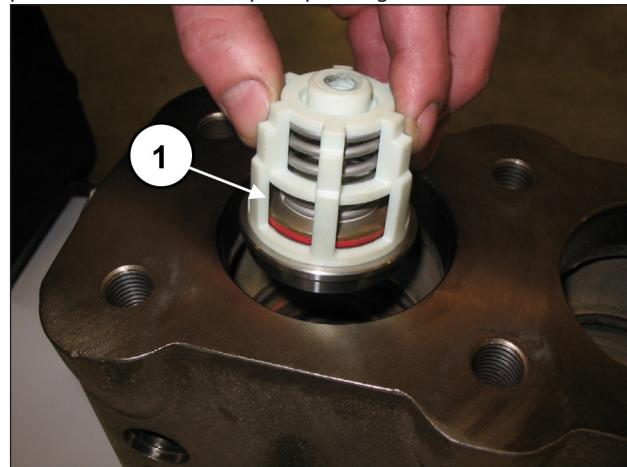
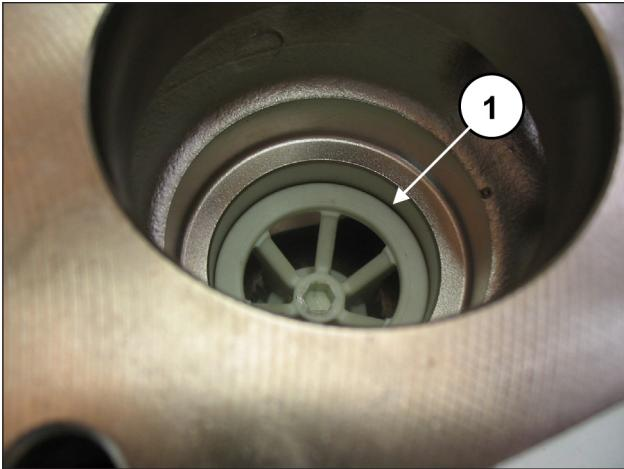

Fig. 121
Fig. 122
Placer le groupe soupape d'aspiration (rep. ①, Fig. 121), puis l'entretoise (rep. ①, Fig. 122).
Engager à fond le groupe soupape complet qui devra être positionné comme indiqué rep. ①, Fig. 122.